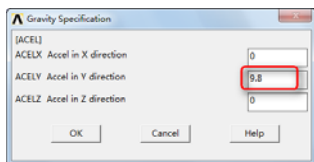

图 9-78 “Gravity Specification”对话框
④依次选择 Main Menu→Preprocessor→FLOTTRAN Set Up→Flow Environment→Gravity, 会弹出“Gravity Specification”对话框, 如图 9-78 所示, 在“ACELY Accel in Y direction”输入框输入 9.8, 单击“OK”按钮关闭该对话框。